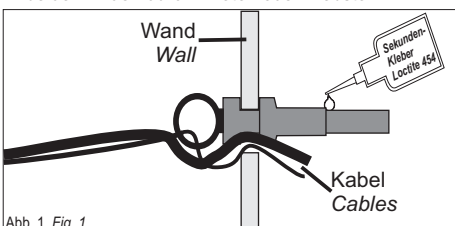

Abb. 1 Fig. 1
- Führen Sie beide Kabel durch die Bohrungen und befestigen Sie die Haken (Abb. 1). Die Kabel führen Sie durch die Aussparung im Haken.
For mounting and connection refer to fig. 1, 2, 3.